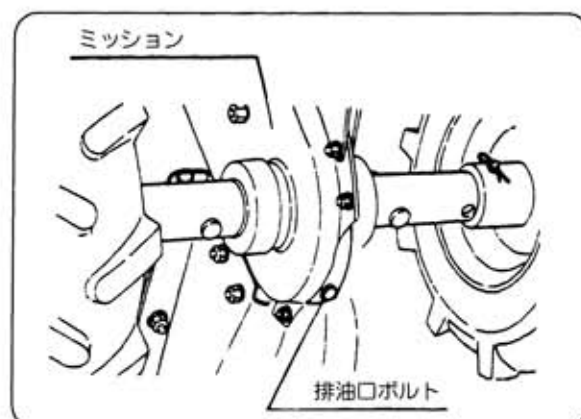

図38
- ① 注油栓を取外してください。
- ② ミッションケース下部にある排油口ボルトを取外して汚れたオイルを流し出してください。(図38)
- ③ 給油口からミッションオイルをゆっくり給油してください。